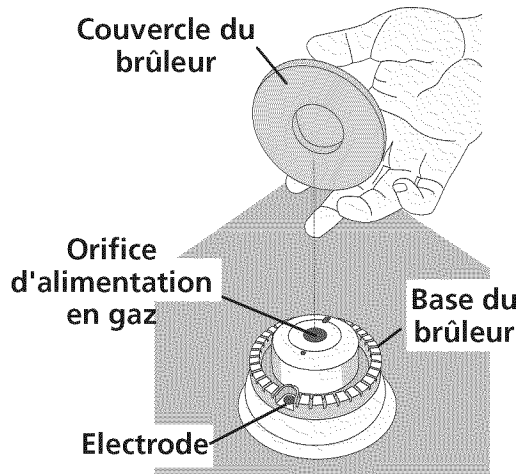

Figure 9
**B. Brûleurs réguliers:** Les bases et les couvercles des brûleurs réguliers sont déjà installés. Enlevez les rubans adhésifs et vérifiez si les couvercles sont correctement installés (Figure 9).